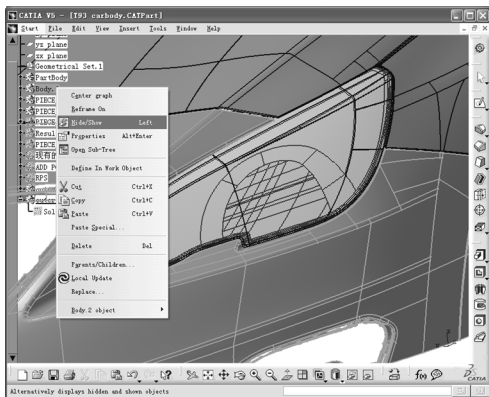
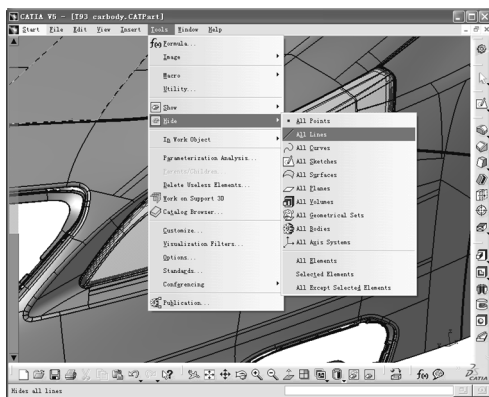

图 1-68
图 1-69
- : 隐藏和显示 (Hide/show)。先选择一些元素，再单击该图标，可以切换这些元素的隐藏和显示状态，使得显示的元素隐藏，而原来隐藏的元素显示出来。在没有选择任何元素的情况下，先单击该图标，再选择元素，也可达到相同的目的。另一种常用的隐藏和显示的方法是通过单击鼠标右键所弹出的快捷菜单，如图 1-68 所示。通过如图 1-69 所示的菜单可以分类显示和隐藏元素。